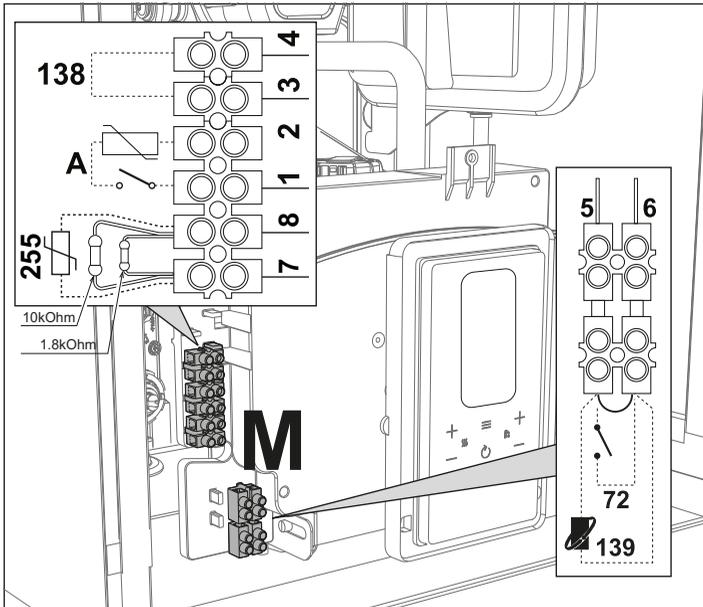

fig. 28
După ce ați scos panoul frontal (*** 'Deschiderea panoului frontal' on page 155 ***) veți putea avea acces la panoul de borne (M) și la siguranța (F) urmând indicațiile descrise în continuare (și fig. 28). **Bornele indicate în trebuie să aibă contactele curate (nu 230 V).** Dispunerea bornelor pentru diferitele conexiuni este indicată și în diagrama electrică din fig. 64.
Configurarea întrerupătorului ON/OFF (A fig. 28)